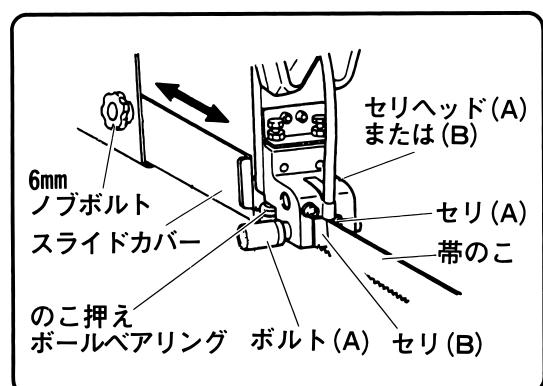

図 24
- ボルト (A) を時計方向にまわし、セリヘッド (B) の側面に軽く突当たるまで締付けます。 (図24)
- ノコカバー (B) 部の6mmノブボルトをゆるめ、スライドカバーをスライドさせて、セリヘッド (B) に近づけます。 (図24)
(2) のこ押さえボールベアリング（図24参照）が磨耗すると、切削精度が悪くなる原因となります。ときどき磨耗していないかどうか点検してください。